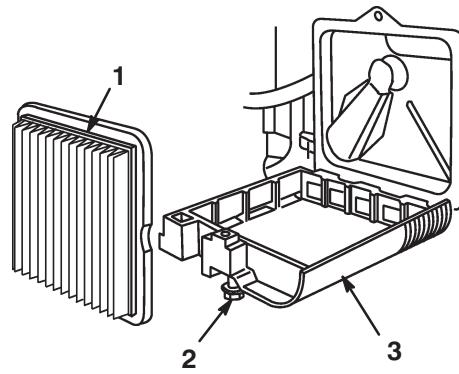

Abbildung 18
3. Die Schraube lösen, mit der die Luftfilterabdeckung am Motor befestigt ist (Abb. 18).
4. Die Luftfilterabdeckung nach unten kippen und gründlich reinigen (Abb. 18).
5. Den Papierfilter des Luftfilters (Abb. 18) entfernen und wegwerfen.